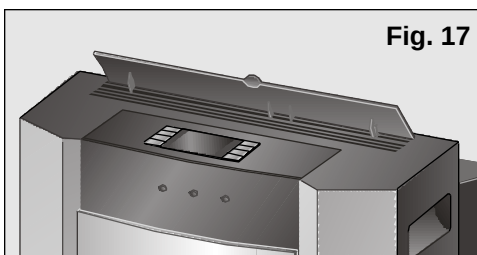

Fig. 17
- ☐ Alzate l'orientatore dell'aria situato nella parte superiore dell'apparecchio, Fig. 17.